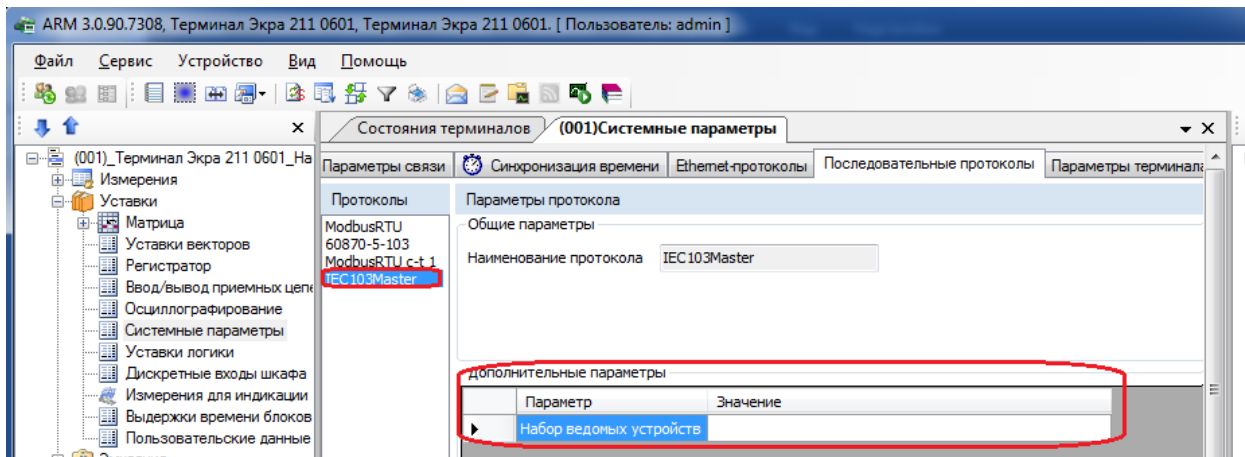

Рисунок 2.81
**Дополнительные параметры протокола IEC 103Master (см. рисунок 2.81)**